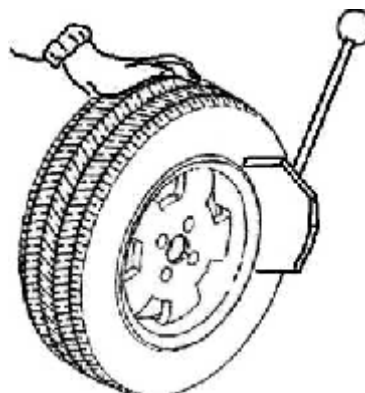

Рис.8
Установите клык отжима корда (R) против корда покрышки на расстоянии приблизительно 1cm от обода (рис. 8)